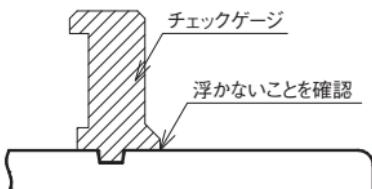

図82 溝深さの確認
(4) 加工完了後、所定の寸法になっていることをGX形専用のチェックゲージおよびメジャーを用いて下記の方法で確認する。
- ① チェックゲージを加工後の溝に入れて、挿し口全周に亘って浮かないことを確認する（図82）。チェックゲージが浮く場合、溝が浅いので再度溝切加工を行う。